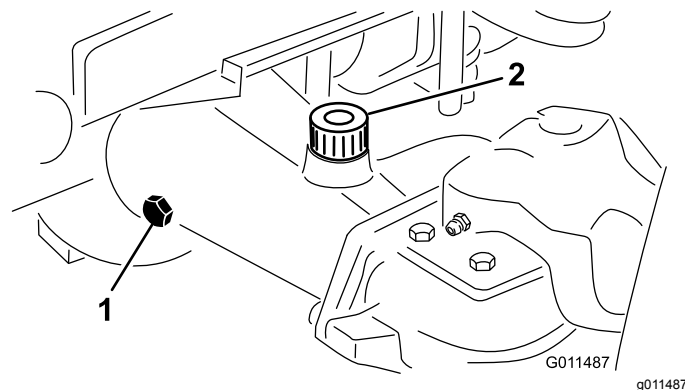

Figura 16
2. Togliete il tappo di controllo da un'estremità del ponte (Figura 16) e verificate che il lubrificante raggiunga la base del foro. Se il livello è basso, togliete il tappo di riempimento (Figura 16) e rabboccate con lubrificante finché non raggiunge la base del foro del tappo di controllo.